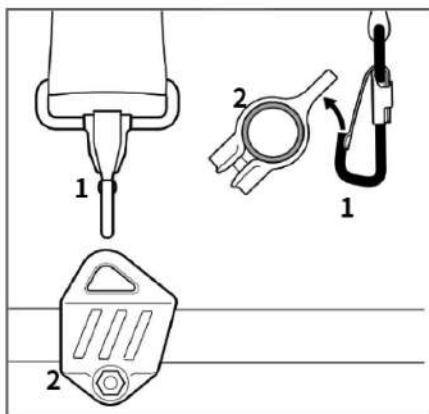
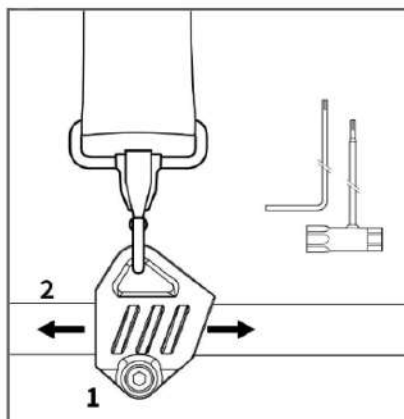

Рис. 7
Рис. 8
- Закрепите карабин наплечного ремня (1) на проушине, установленной на штанге (2) (рис. 7).
- Отрегулируйте положение проушины на штанге для лучшей балансировки инструмента, ослабив винт (1) и переместив карабин проушины в удобное в более удобное для пользователя положение.
- Затяните винт (1) (рис. 8).